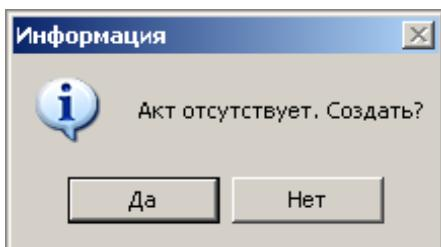

Рис. 1. Диалоговое окно
- выделите нужный объект и в содержательной части нажмите на кнопку  . В случае, если для данного объекта не создано ни одного акта, появится диалоговое окно **Акт отсутствует. Создать?** Нажмите **Да** (см. рис. 1).